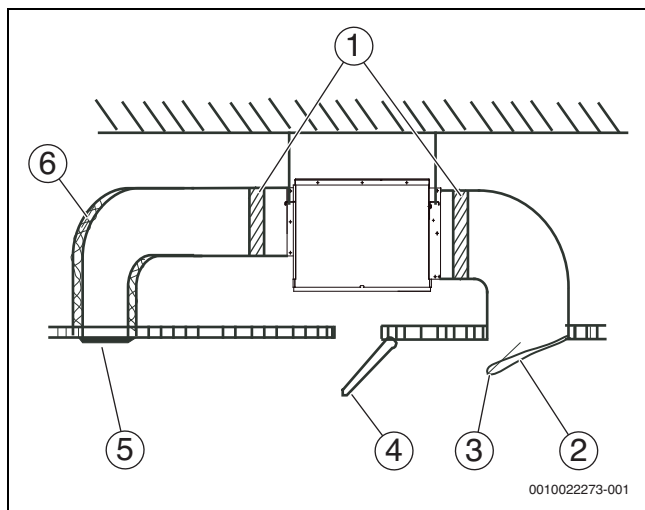
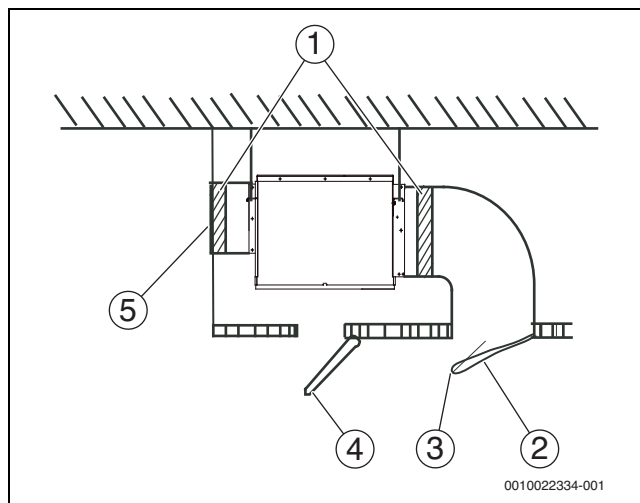

Fig. 21 Unitate de conductă cu cerințe de presiune statică
Fig. 22 Unitate de conductă fără cerințe de presiune statică.
6. Conectați conducta de aer conform Fig. 21 și Fig. 22. Este necesară pregătirea la fața locului a tuturor componentelor cu excepția aparatului de aer condiționat.
Legendă Fig. 21 și Fig. 22: